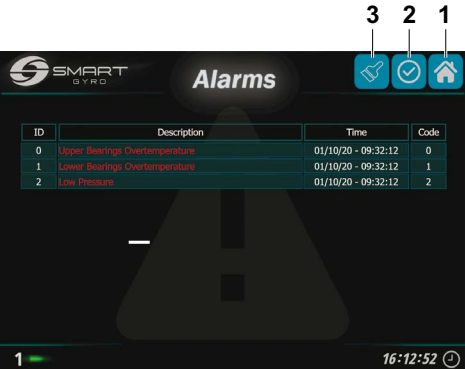

Abbildung 29
Wenn Sie auf das Symbol für die Checkliste drücken (Abbildung 29, (2)), werden die Alarmmeldungen grün angezeigt (Alar-me sind „bestätigt“).
Alarme, die nicht mehr im System vorhanden sind, können durch Drücken des Pinselsymbols (Abbildung 29, (3)) aus der Liste entfernt werden (Abbildung 32).
Durch Drücken des Home-Symbols in der oberen rechten Ecke (Abbildung 29, (1)) kehren Sie zur Home-Seite zurück.